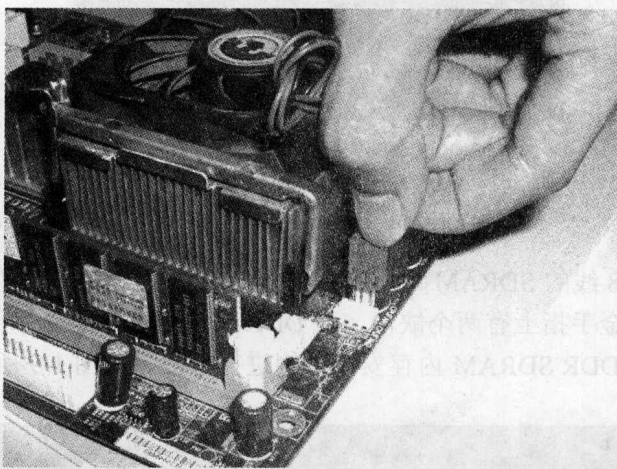

图 1-6 安装风扇电源接口
- ⑤ 将 CPU 风扇的电源线接到主板上 3 针的 CPU 风扇电源接头上，如图 1-6 所示。